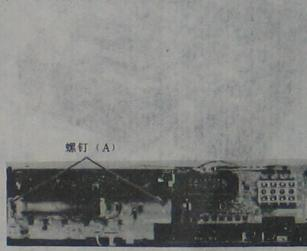

图 1-10 拆卸操作器电路板
(1) 拆卸下顶盖、底板和前面板 (请参看本节“具体拆卸步骤”中的 1、2、3 项)。
(2) 参看图 1-10, 旋出两个螺钉 (A), 拆卸下操作器电路板。